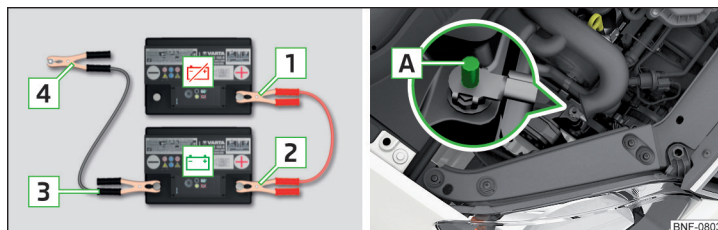

Fig. 125 Starthjælp: ☒ – afladet batteri. ☒ – strømgivende batteri / Motors stelpunkt ved START-STOP-system
- Sæt i biler **med** START-STOP-system klemmen **4** fast på motorens stelpunkt **A** » Fig. 125.